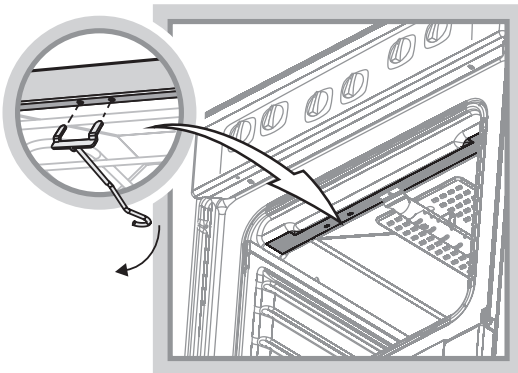

Рис.5
- Установите крючок, для чего вставьте «усы» крючка в пазы верхней полки проема духовки и опустите крючок вниз (рис. 5).